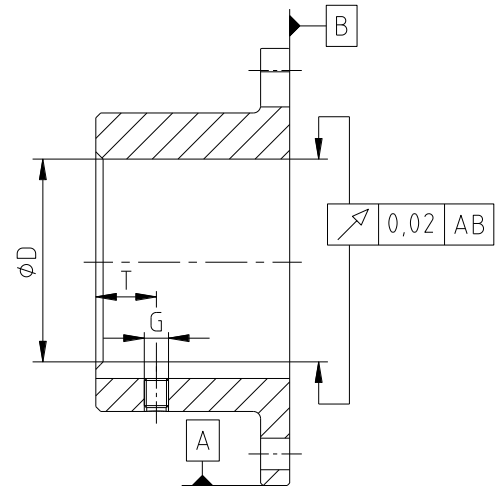

Figura 3: Exactitud de concentricidad y excentricidad
- Los agujeros de los cubos mecanizados por el cliente deben respetar la concentricidad o la excentricidad axial, respectivamente (véase figura 3).